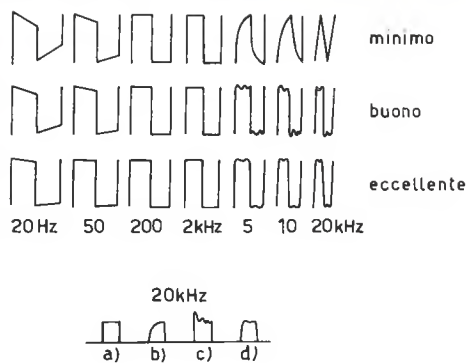

figura 5
1. La risposta al transitorio. Per l'amplificatore esiste un mezzo comodissimo per esaminare il comportamento al transitorio: l'onda quadra (figura 5). Si deve dire che